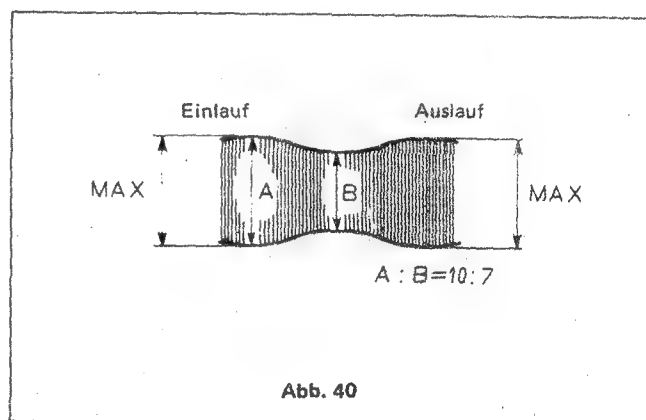

Abb. 40
5. Die Abstimmung so vornehmen (Abb. 40), daß das